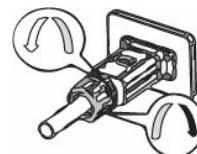

Fig. 13 : Serrage de l'écrou
- REMARQUE : La connexion enfichable CA est solidement raccordée si elle s'enclenche de manière audible.** (Fig. 13)